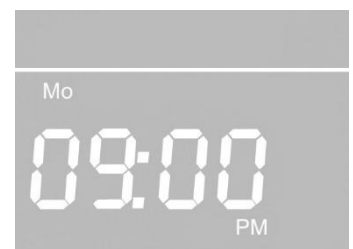

Abbildung 5 - SC Preheater
-  Taste drücken, um Auswahl zu bestätigen, das Display zeigt die Standardanzeige (Abbildung 5)
- ↵ Taste drücken, um Auswahl zu bestätigen: Display zeigt die Standardanzeige (Abbildung 5)